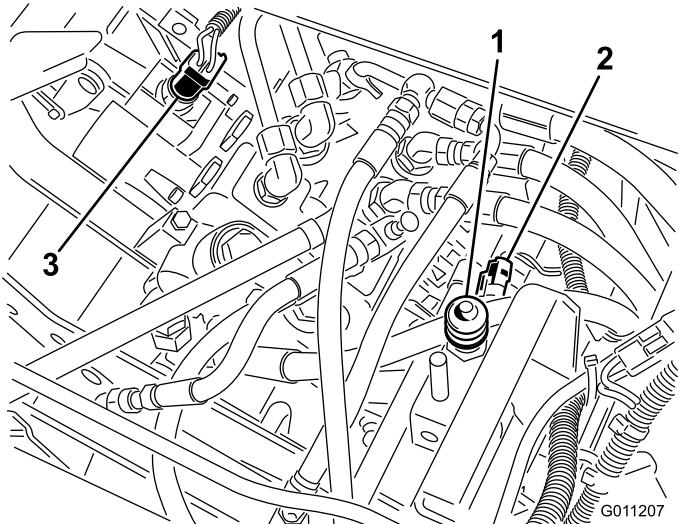

Figure 46
2. Enlevez la protection sur le bouton du contacteur (Figure 46) et mettez-la de côté afin de la remettre
2. Débranchez les connecteurs du contacteur de déplacement installé dans le couvercle sur la section du tiroir de sélection (Figure 46).
2. Débranchez les connecteurs à l'extrémité du contacteur de tonte/relevage installé dans le couvercle du distributeur (Figure 46).